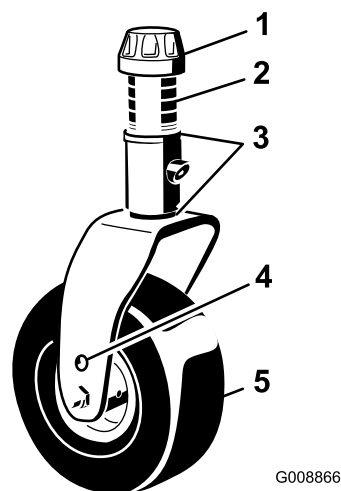

Figura 14
4. Retire a tampa de tensionamento do eixo roscado e desloque o fuso para fora do braço da roda giratória (Figura 14).